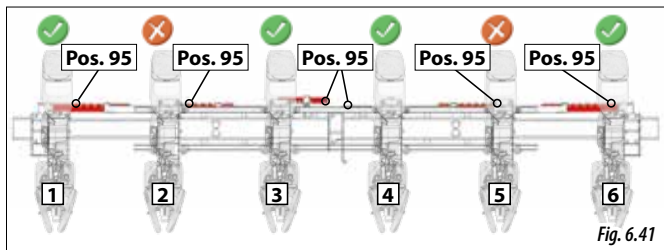

Fig. 6.41
- 1- Excluir los elementos 2 y 5 (Fig. 6.41), véase el apartado 6.7 EXCLUSIÓN DE UN ELEMENTO DE SIEMBRA.